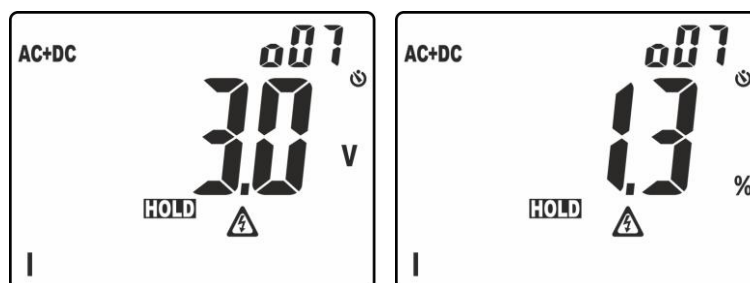

Fig. 4: Affichage du séquençement des amplitudes d'analyse harmonique
- Cliquer sur la touche de manière prolongée (au moins 2s) pour activer la fonction **H2O** (**H**igher **H**armonic **O**rding) de séquençement de l'amplitude des harmoniques. Dans ces conditions, la fonction « HOLD » est activée automatiquement ; le symbole « o » est présent devant l'ordre de l'harmonique affichée pour indiquer l'habilitation de la fonction de Séquençement. La barre graphique est désactivée et l'outil montre la valeur des amplitudes de toutes les harmoniques entre la valeur DC et la 25^{ème} à l'exception de la fondamentale, en **ordre décroissant** à partir de l'harmonique ayant l'amplitude la plus importante comme montré dans la Fig. 4
Dans l'exemple de Fig. 4 l'harmonique d'une amplitude majeure correspond à l'ordre 7. Cliquer sur la touche **▲** pour observer les amplitudes des harmoniques restantes et cliquer de nouveau sur la touche **H/H%/H** pour passer de l'affichage en valeurs absolues à l'affichage en pourcentages. Tourner le sélecteur pour quitter cette fonction.